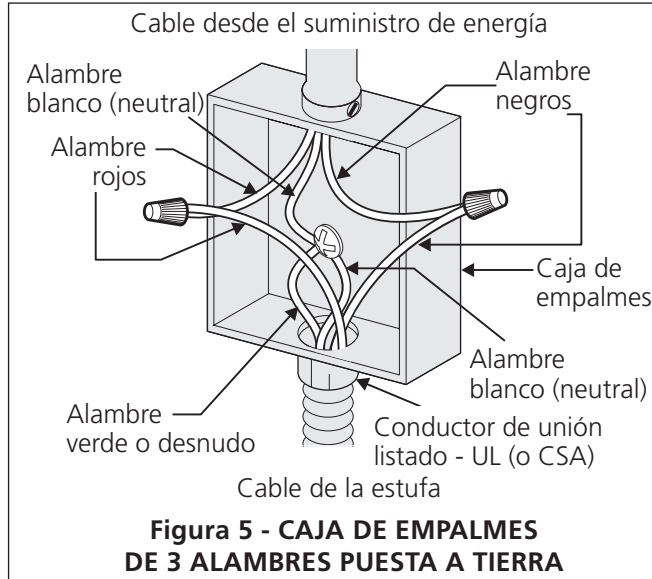

Figura 5 - CAJA DE EMPALMES DE 3 ALAMBRES PUESTA A TIERRA
Donde los códigos locales permitan conectar el conductor de puesta a tierra del electrodoméstico al neutral (blanco) (ver figura 5):
2. En el interruptor automático, caja de fusibles o caja de juntas: conectar el aparato y los cables residenciales como se muestra en la figura 5.
⚠️ ADVERTENCIA Este electrodoméstico está fabricado con un suministro eléctrico neutro blanco y un alambre de cobre conectado al armazón. El armazón esta puesto a tierra por un enlace de la conexión a tierra con la conexión del neutro al final de la línea eléctrica, si es usado en los estados unidos una nueva instalación de circuito de bifurcación (1996 NEC), casa rodante, vehículos recreacionales, o donde los códigos locales no permitan poner a tierra mediante el neutro (blanco) o en Canadá, desconectar la conexión blanca de la verde y utilizar la conexión a tierra para poner a tierra la unidad de acuerdo a los códigos locales, conectar el neutro al circuito de bifurcación- conductor neutro de manera usual. Ver Figura 6. Si su electrodoméstico va a ser conectado a una caja de conexión puesta a tierra de 3 cables (en los estados unidos solamente), donde los códigos locales permitan conectar el conductor de poner a tierra-electrodoméstico con el neutro (blanco) ver Figura 5.